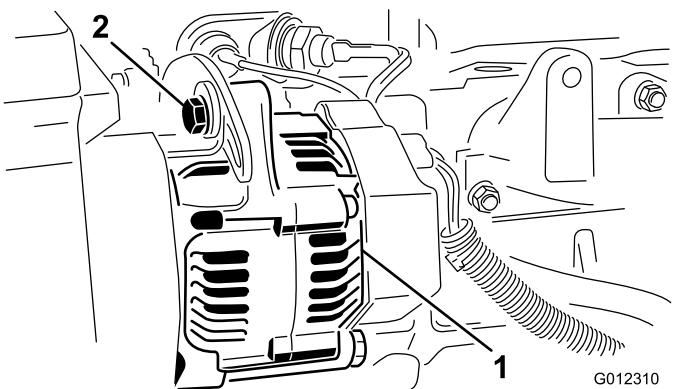

Figure 44
- Si vous n'obtenez pas une flèche de 10 mm, desserrez les boulons de fixation de l'alternateur (**Figure 44**). Augmentez ou diminuez la tension de la courroie et resserrez les boulons.